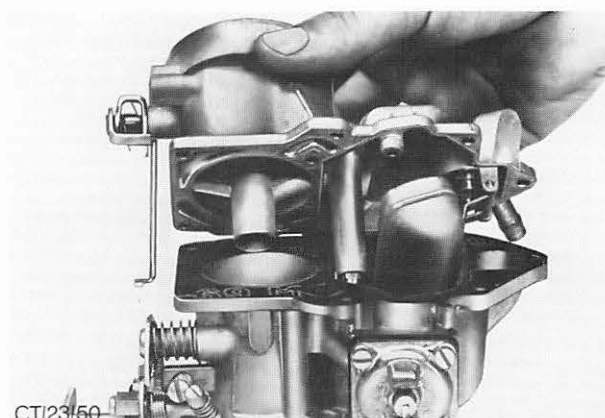

Abb. 40 Abnehmen des Vergaserdeckels
2. Schrauben (7), im Vergaserdeckel entfernen, Starterklappe-Verbindungsstange aushängen und Vergaserdeckel abheben. Abb. 40.